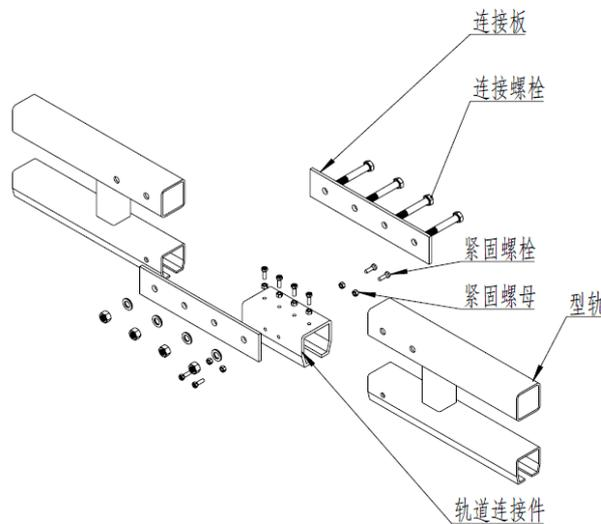

图 2E
- c) 安装桁架式型轨：将拼接板分别放置在型轨方管的两侧，并用螺栓定位(图 2E)。